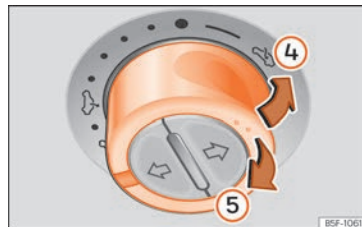

Abb. 111 Im Dachhimmel: Schalter zum Hochklappen oder Zuklappen des Dachs drücken bzw. daran ziehen.
- Hochfahren: Drücken Sie den Schalter auf die Position »» Abb. 111 ④. Zum Einstellen einer Zwischenposition betätigen Sie den Schalter bis die gewünschte Position erreicht ist.
- Senken: Ziehen Sie den Schalter auf die Position »» Abb. 111 ⑤. Zum Einstellen einer Zwischenposition betätigen Sie den Schalter bis die gewünschte Position erreicht ist.
»» **Abb. 111** (Pfeil ) bis das Dach vollständig geschlossen ist.